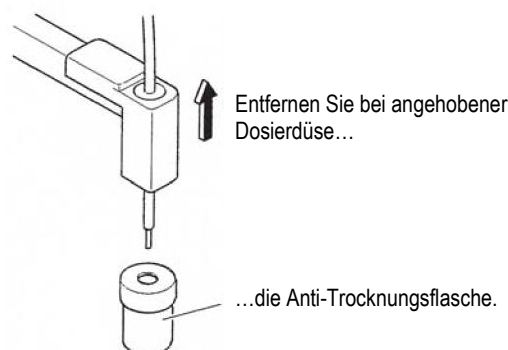

Abbildung 5-A
2. Entfernen Sie bei angehobener Dosierdüse die Anti-Trocknungsflasche (Abbildung 5-A).